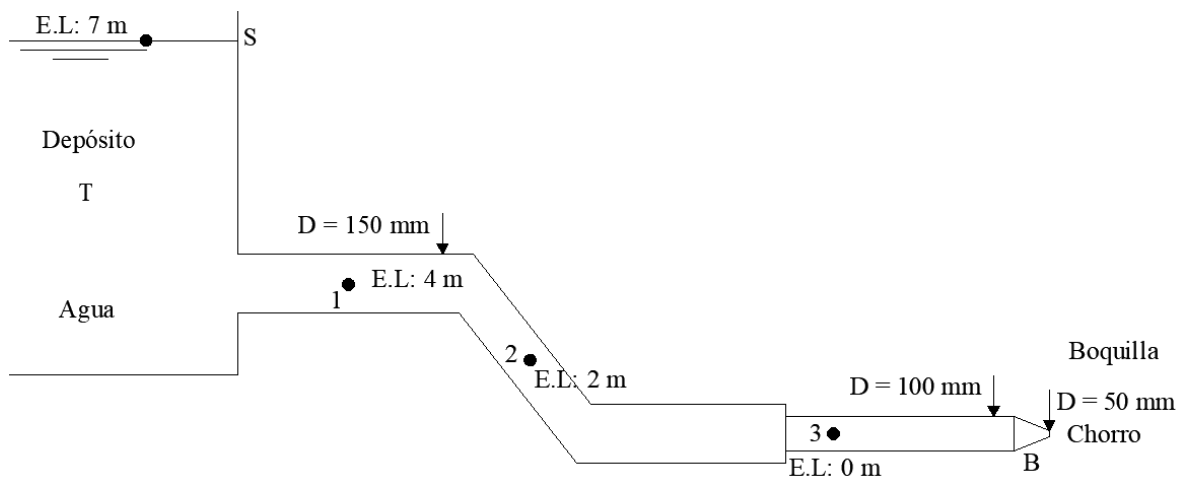

Figura 1.
**Problema 1:** Considérese un tanque T de grandes proporciones que alimenta al sistema de tuberías que muestra la Figura 1. El sistema está conformado por una tubería de 150 mm de diámetro que se une a una tubería de 100 mm de diámetro. A su vez, esta última tubería se le acopla una boquilla de 50 mm de diámetro que evacúa el flujo en forma de chorro hacia el medio ambiente (presión atmosférica). La elevación de la superficie libre (presión atmosférica) del tanque es de 7 m respecto al nivel de referencia que pasa por el centro de la boquilla (nivel 0.0 m). Determinése el caudal descargado por la boquilla, así como la presión en los puntos 1, 2, 3 del sistema. Dibújense tanto la línea de energía como la línea piezométrica calculando su magnitud. Considérese flujo permanente y pérdidas de energía despreciables.